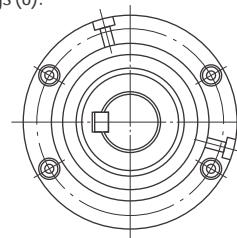

Figura 3/ Figure 3
- Nas rodas livres formas 221 e 222, após posicionar um dos parafusos (12) na vertical, a lubrificação é feita de maneira análoga como descrito no item b (Figura 3).